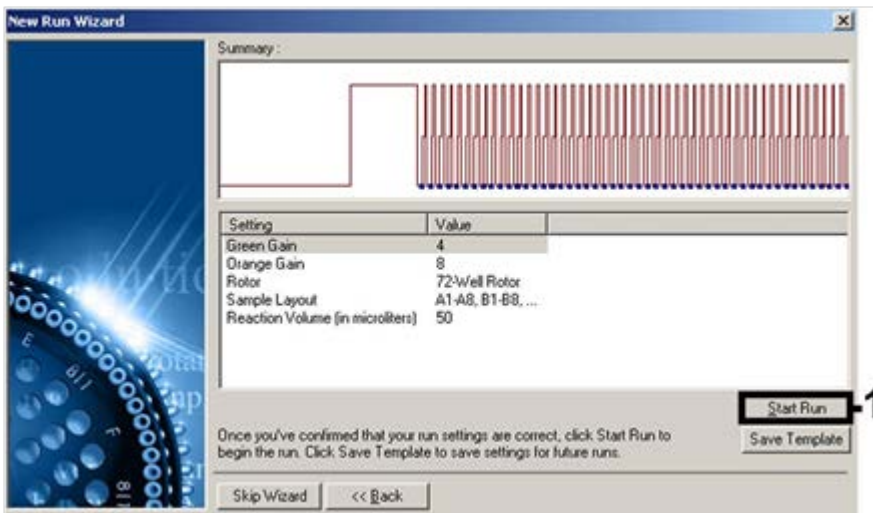

Abbildung 8. Starten des Laufs. Beispielhafter Screenshot für das *artus* HI Virus-1 QS-RGQ.
7. Die bei der Kalibrierung der Kanäle ermittelten Verstärkungswerte werden automatisch gespeichert und im letzten Menüfenster des Programmierverfahrens aufgeführt (Abb. 8). Klicken Sie auf „Start Run“ (Lauf starten).